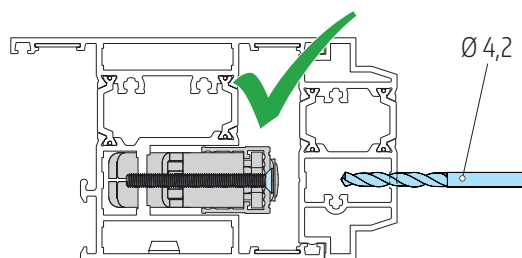

Abb. 56
① Mitte der Verriegelungsbolzen anzeichnen, Maße siehe Tabelle auf **Seite 42**, und Lochbild der Verriegelungsbolzen übertragen.
② Bohrlöcher mit  $\varnothing 4,2$  setzen; **Abb. 56** beachten.